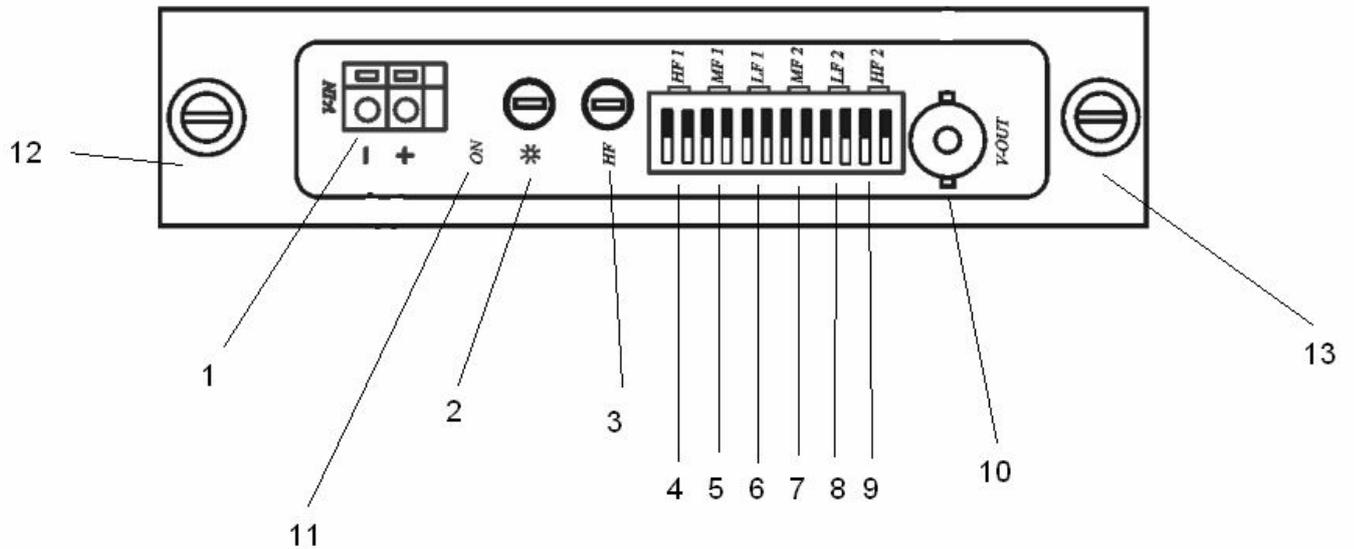

Рис.2 Передняя панель
1. Используя настройки низкочастотного, среднечастотного, высокочастотного фильтров добейтесь наилучшего изображения (рис.2 п.п.4,5,6,7,8,9).
2. Настройте яркость с помощью регулятора яркости (рис.2 п.п.2).
3. Затем с помощью подстроичного резистора добейтесь наилучшего качества видеосигнала (рис.2 п.п.3).